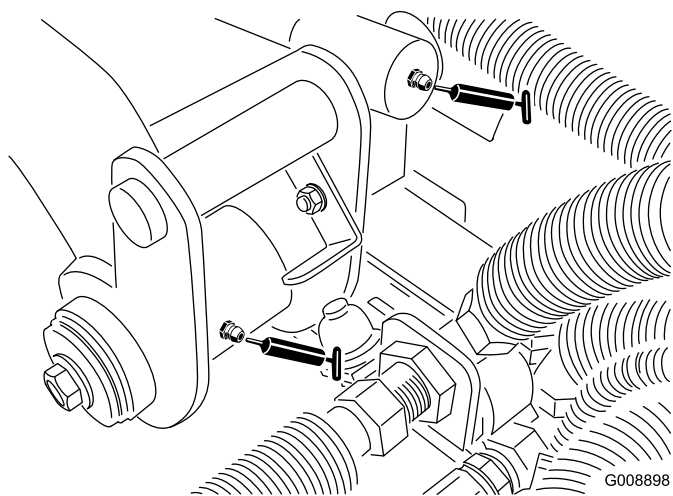

図 48
- ・ 後昇降アームのピボット昇降シリンダ (2ヶ所) (図 48)